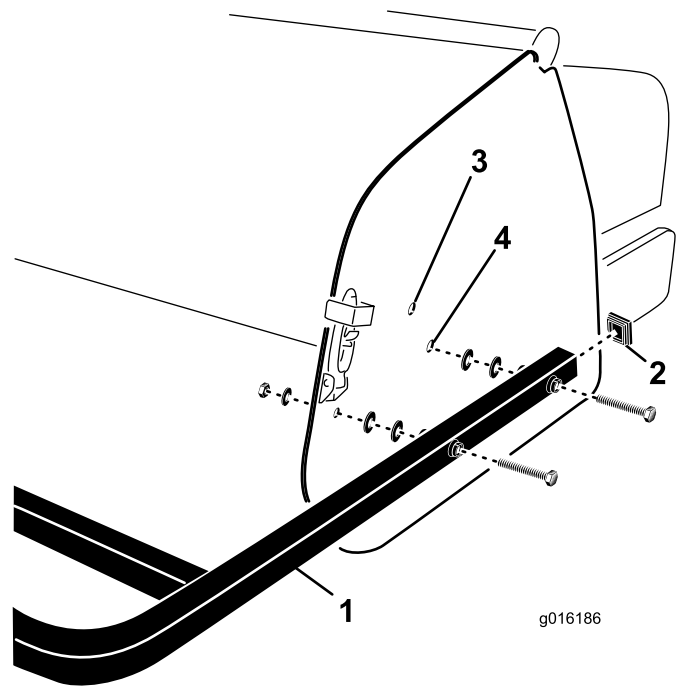

Bild 28
1. Stecken Sie die Endkappen auf die hinteren Schutzvorrichtungsrohre (Bild 28).
2. Fluchten Sie die Löcher in den Befestigungsrohren der hinteren Schutzvorrichtung mit den Löchern in der Seitenplatte des Aerifizierers aus (Bild 28).
Flachscheiben und Muttern an den Seitenplatten (Bild 28).